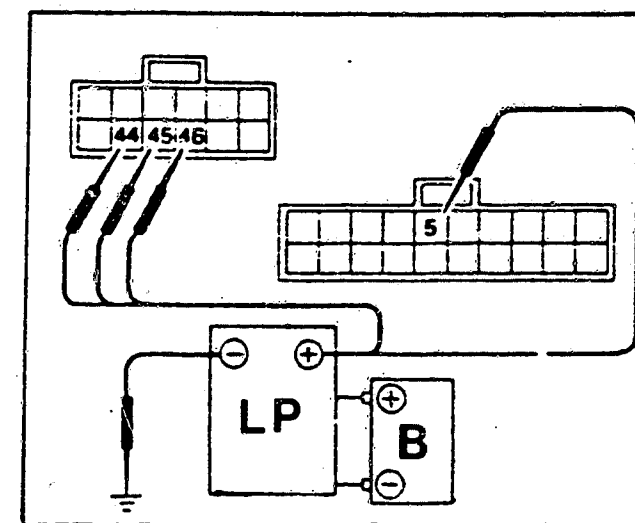

Bild 20 Das Prüfen der Ausgangssignale Kabelstrangseitig am eingesteckten Stecker (siehe Text)
- Bei laufendem Motor mit einem Logikschaltkreisprüfer oder Oszilloscop kontrollieren, ob Impulssignale zwischen den Klemmen 5-44-45-46 vorhanden sind (Bild 20). **Achtung:** Dazu 12- und 20-poligen Stecker am Steuergerät nicht trennen, sondern Prüfspitzen von hinten in die betreffenden Klemmen einführen.